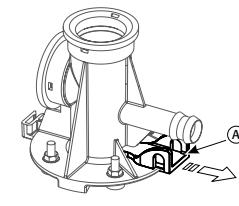

Рис. 9.e
- включите механическое устройство под бачком (см. часть A, Рис. 9.e).